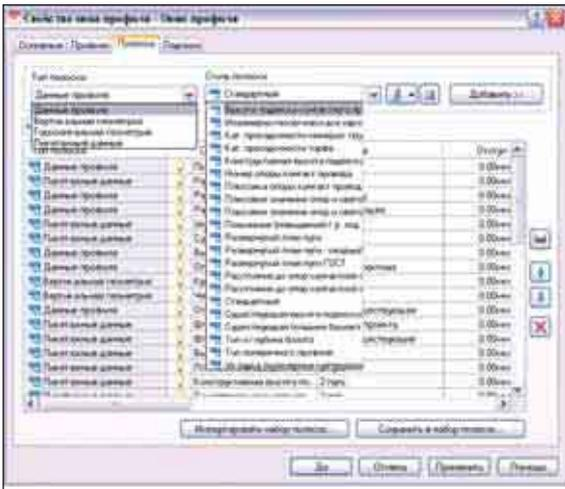

Рис. 8. Формирование полосок "подвала" профиля
*Свойства окна профиля* (рис. 8) позволяют задавать любые масштабы отрисовки линий профилей, диапазоны отметок и участков трассы, применять необходимые стили отрисовки и указывать слой, задать профиль для усечения вертикальных линий от низа окна, подписи линий, компоновать подпрофильные таблицы из полосок и сохранять их в виде наборов для последующего использования.